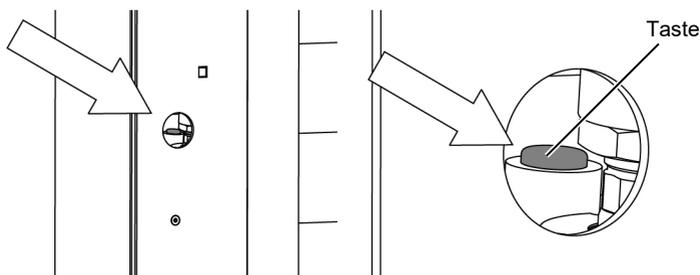

Abbildung 16: Notöffnung V 4000 S (2)
- ▶ Drücken Sie die Taste an einem der beiden Hydraulikzylinder mit Hilfe eines Hebels (siehe Abbildung 16)